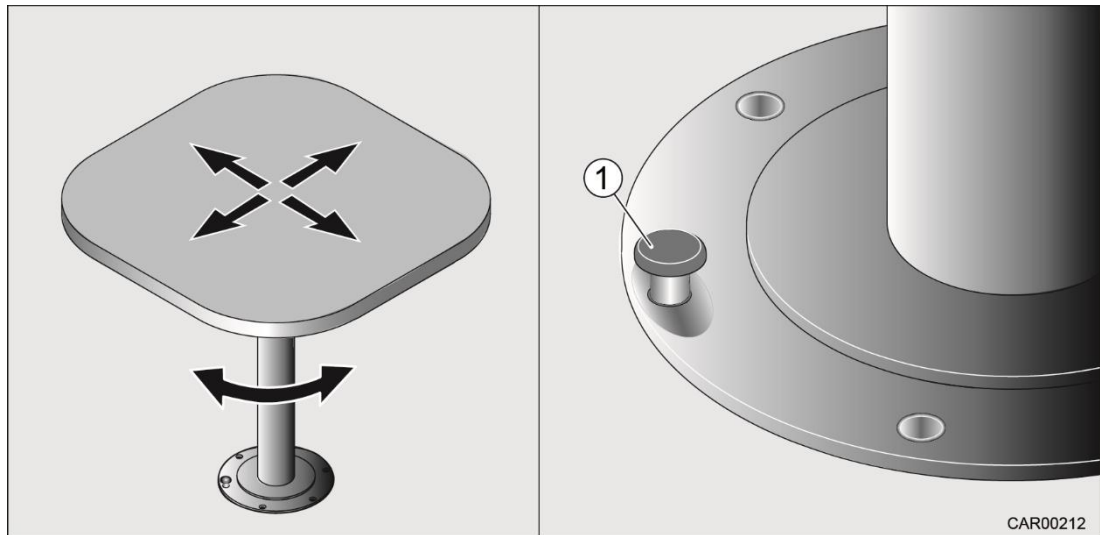

Fig. 65 Table coulissante et tournante (avec pédale)
1. Appuyer sur la pédale (Fig. 65/1).
3. Relâcher la pédale (Fig. 65/1) pour bloquer le dessus de table.